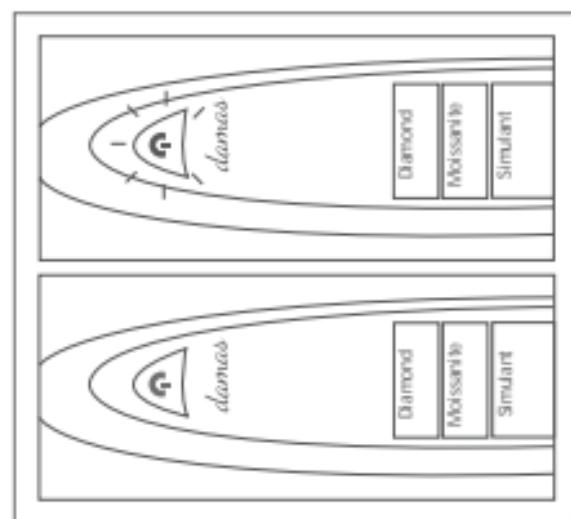

Abb. 3
3. Drücken Sie auf den Ein-/Ausschalter, um das Prüfgerät einzuschalten. Sobald die Bereitschaftsanzeige nicht mehr blinkt, kann das Gerät in den Kalibriermodus versetzt werden, wie in Abb. 3 gezeigt. Dieser Vorgang kann bis zu 15 Sekunden dauern. Sollte die Bereitschaftsanzeige nach 15 Sekunden noch immer blinken, ist die Prüfspitze möglicherweise nicht richtig positioniert. Wiederholen Sie in diesem Fall die Schritte 1 und 2